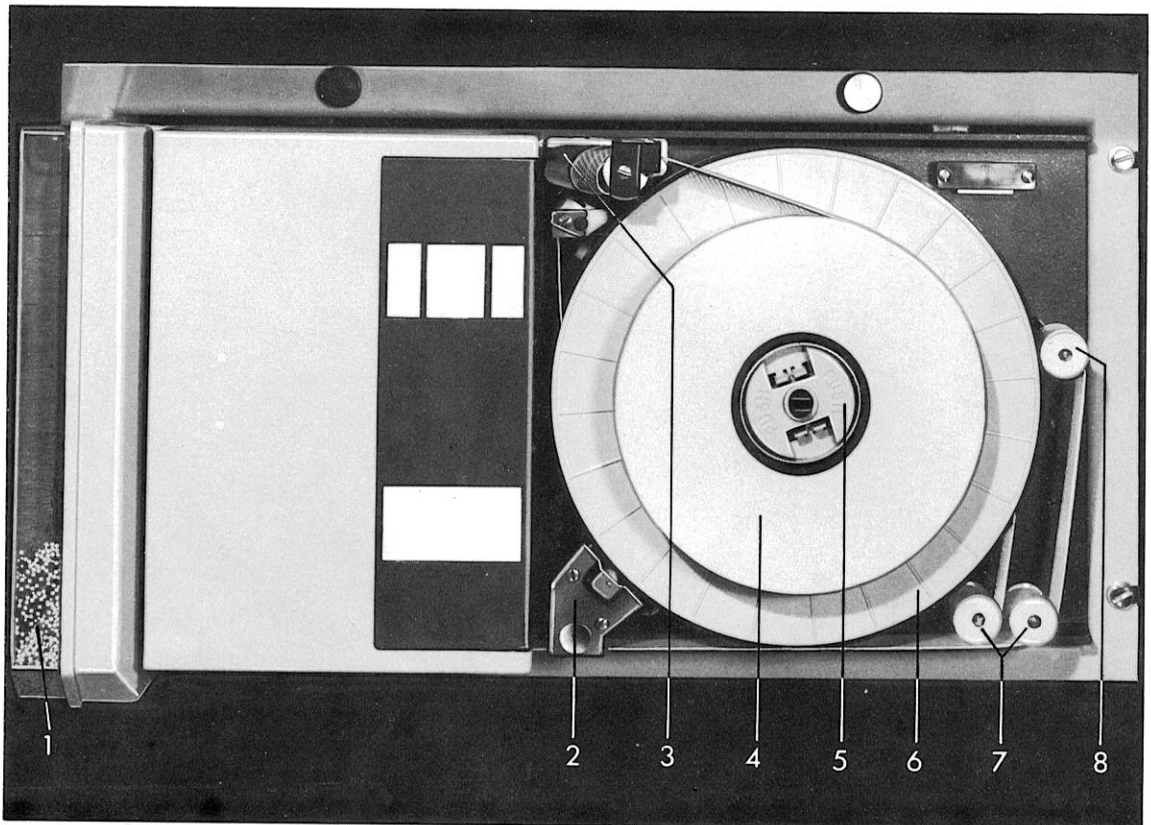
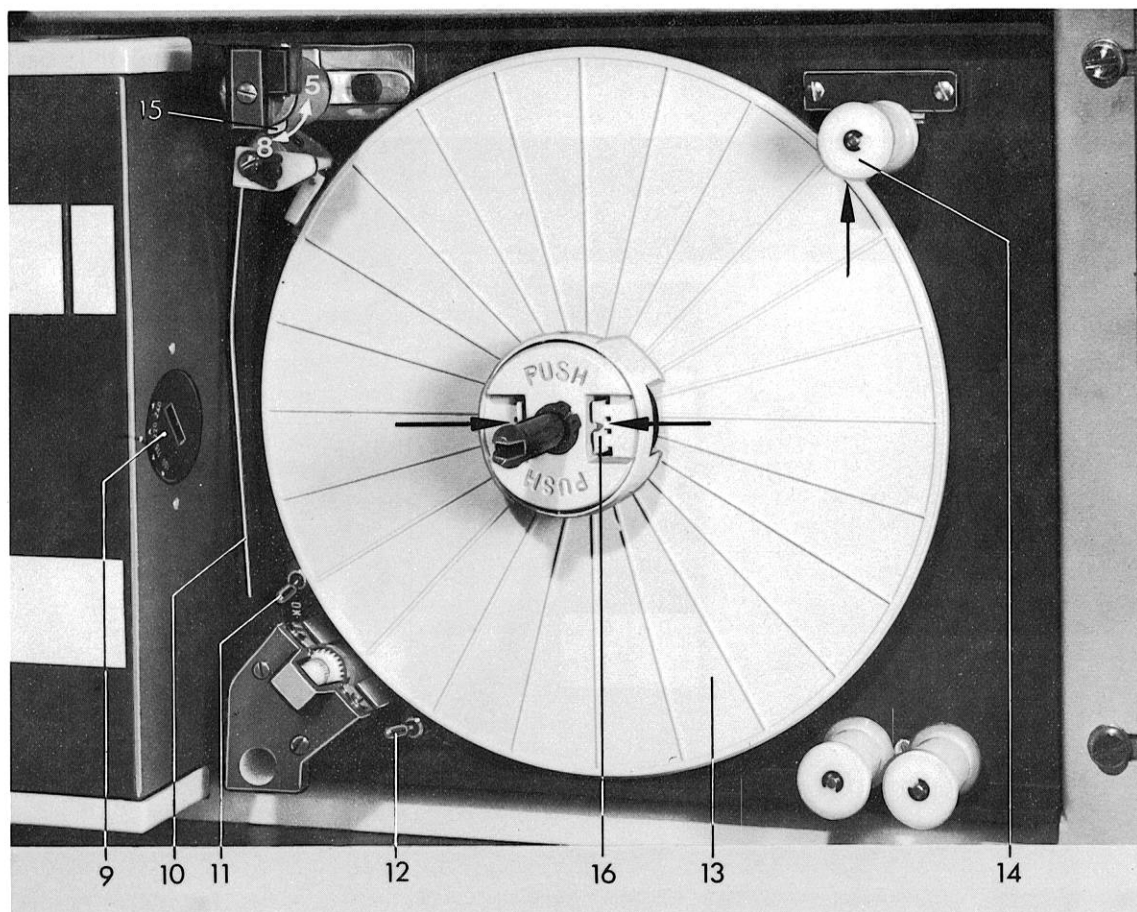
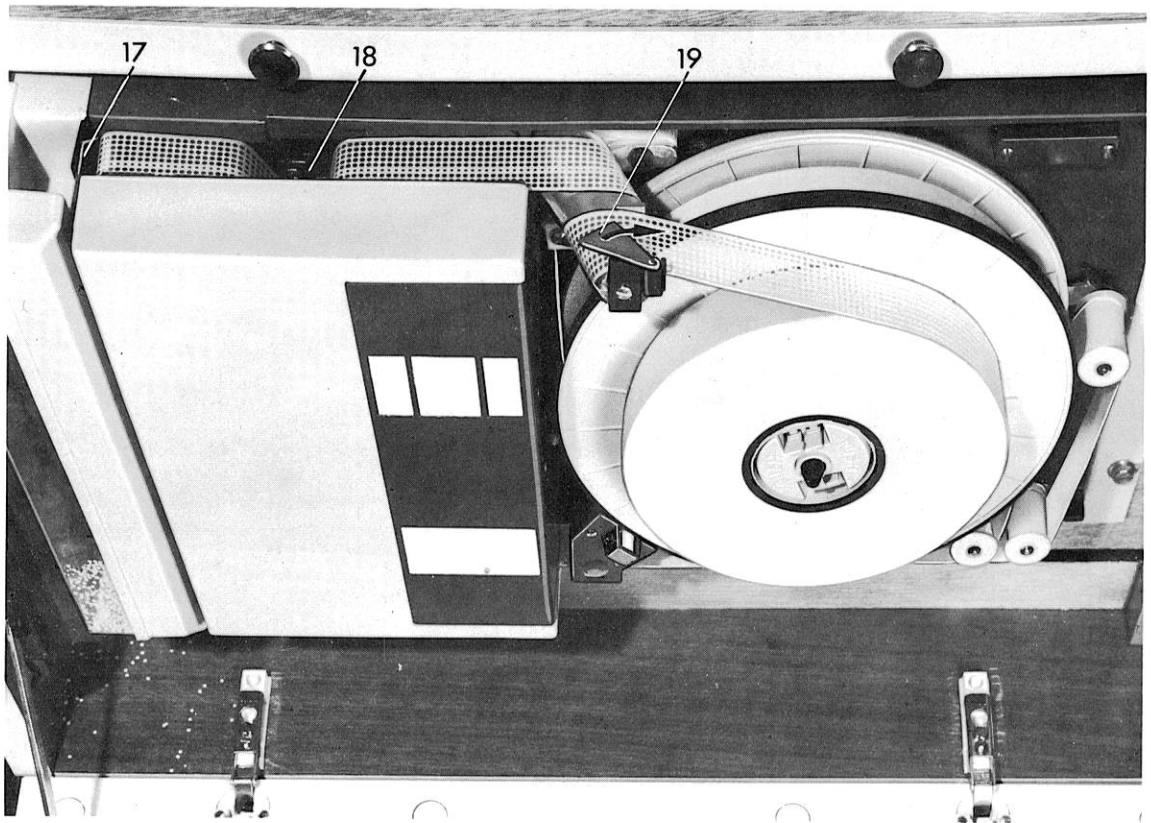

Abb. 2 Vorderansicht, Betriebszustand
Abb. 3 Stellung vor Einführen des Streifens
Abb. 5 Draufsicht mit Streifenverlauf
In den Abb. 2, 3 und 5 sind die einzelnen Bedienungselemente und Zubehörteile der LSA erläutert.
Damit der Streifen sauber aufgespult wird, kann die Umstellung auf 8- oder 5-Spur am Kletterstift (3) Abb. 2 vorgenommen werden, indem das Führungsblech (15) Abb. 3 verstellt wird, dazu vorher Schraube am Kletterstift lösen.
- Antriebsmotor (2) vom Aufspulteller (6) wegdrücken und den Aufspulteller abnehmen.
- Streifenführungshebel (8) nach oben bewegen bis zum Anschlag am Haltemagnet (14), siehe Pfeil in Abb. 3.
- Spreizverschluß (16) der Sperre auf dem Abspulteller (13) nach innen zusammendrücken, siehe Pfeile in Abb. 3.
- Streifenrolle befestigen durch Eindrücken der mit PUSH bezeichneten Buchse (5).
- Abgespulten Lochstreifen nach dem Schaubild um die Führungsrollen (7) und den Streifenführungshebel (8) legen und unter dem Antriebsmotor bis zum Schlitz neben dem Stanzabfallbehälter führen.
- Streifen bis zum Grund in den Schlitz einlegen und **unter** der vorstehenden Dämpfungsrolle (18) durchführen.
- Streifenführungshebel (8) freigeben und zur Mitte bewegen. Den Hebel in Mittelstellung (Lage wie Abb. 2) festhalten und den Abspulteller (13) entgegen Uhrzeigerrichtung drehen, bis der Hebel in dieser Position von selbst gehalten wird. (Bei Nichteinhaltung der Mittelstellung erfolgt Gerätefehlermeldung).
- Antriebsmotor zur Seite drücken und den Aufspulteller (6) wieder aufsetzen. Spreizverschluß (16) zusammendrücken. Spulenkörper aufsetzen und sichern durch Eindrücken der Buchse PUSH.
- Lochstreifen einmal spiralförmig um den Kletterstift (3) wickeln (siehe auch Abb. 5).
Mit dem Schalter (12) Abb. 3 kann die Aufspulrichtung gewählt werden.
Es ist möglich, den Antrieb des Aufspultellers über den Schalter (11) Abb. 3 auszuschalten, so daß der gelochte Streifen nicht aufgespult wird.
Ein erforderlicher Streifenwechsel wird 1000 bis 10000 Zeichen vor dem Streifenende durch den Abtasthebel (10) Abb. 3 erkannt, und entsprechend dem Programm angezeigt. Die laufende Datenausgabe wird nicht unterbrochen, Stop erfolgt vor der nächsten Datenausgabe. (Bei der Programmierung Zeichenvorrat beachten).
Die Schiene (17) Abb. 5 ist fest, die Schiene (19) Abb. 5 beweglich, und zum Abreißen in Pfeilrichtung drehbar.
- Nachdem der Lochstreifen auf dem Aufspulteller aufgespult wurde, die Sperre durch den Spreizverschluß (16) Abb. 3 lösen. Streifenrolle abnehmen und den Streifen an der Abreißschiene (19) Abb. 5 abreißen.